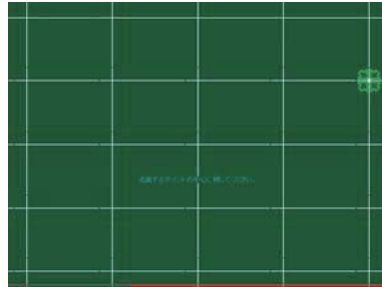

図9 (25ポイントの場合)
- 3.画面(図9)が表示されます。画面の指示にしたがって、タッチペンでポイントを押しします。